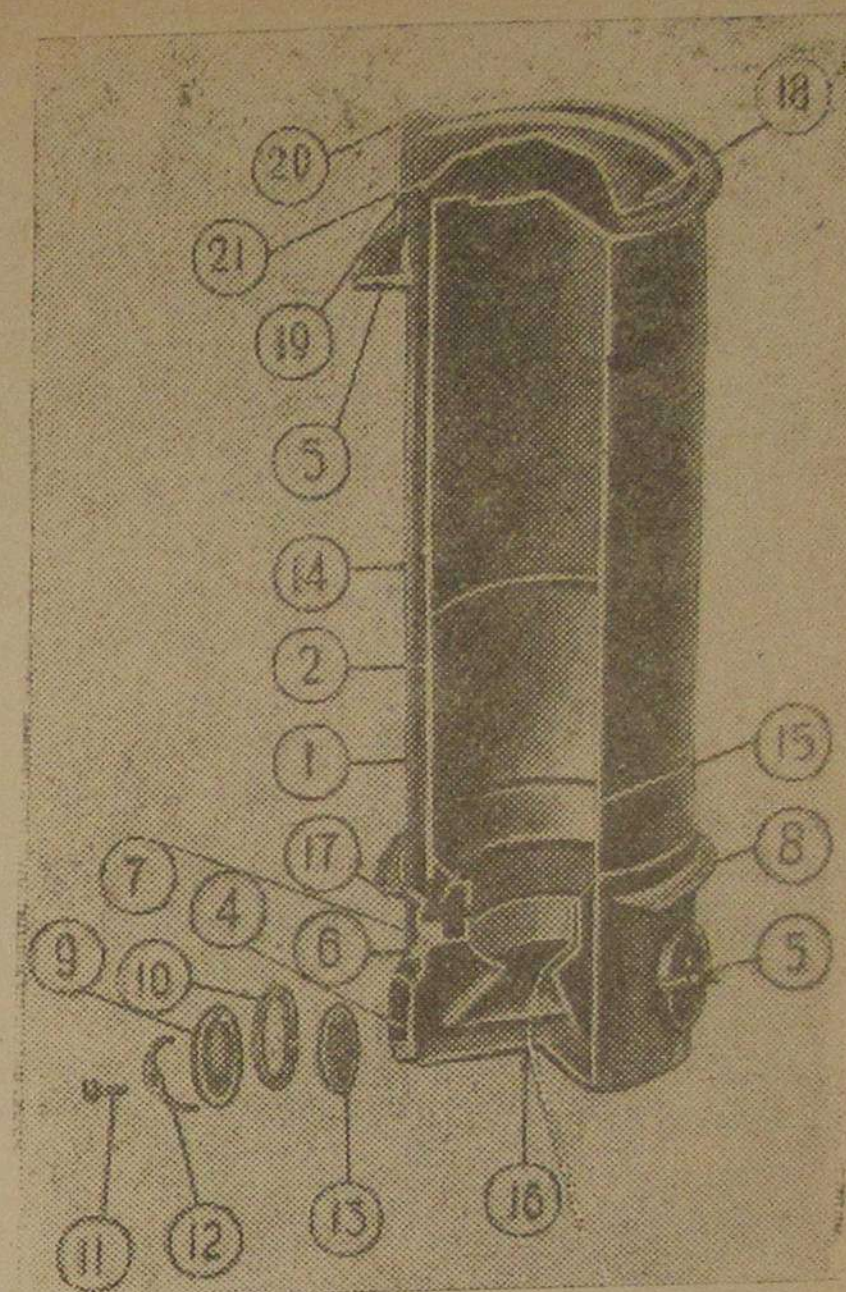

Рис. 3.
Газогенератор ЗИС-21 (рис. 3) состоит из наружного корпуса (1) (цилиндра диаметром 554 мм и высотой 1.900 мм). Снизу корпуса приварено днище, а сверху — фланец для соединения с бункером (2) и фланцем загрузочного люка. В верхней части корпуса вварен патрубок отбора газа (3). Внизу корпуса сделаны три люка: люк зольника (4), люк для загрузки угля (5) и люк для подвода воздуха (6), в котором предусмотрен обратный клапан (7). В нижней части, несколько выше воздушного люка, приварен опорный пояс (8). Люки для загрузки угля и зольниковый плотно закрываются крышками (9), между которыми находятся асбестовые прокладки (10).